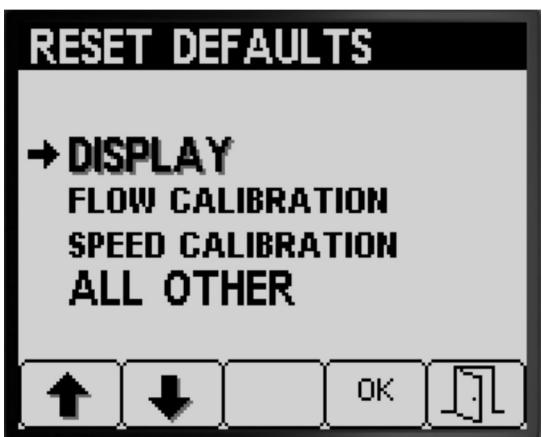

Figura 35
- Pulse el botón 4 para restablecer los ajustes de la opción seleccionada (Figura 35).
- Repita los pasos 3 y 4 para cualquier otra opción que deseé restablecer (Figura 35).
- Pulse el botón 5 para guardar los ajustes y salir de la pantalla RESTABLECER AJUSTES PREDETERMINADOS, y volver a la pantalla AJUSTES (Figura 35).